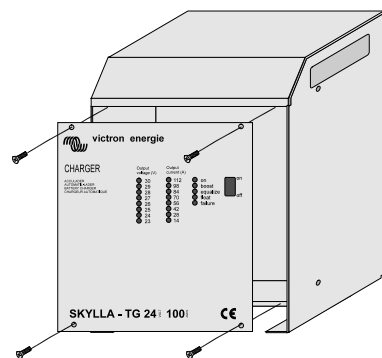

Abbildung 6
- Entfernen Sie dann die 4 Schrauben an der Front des Gehäuses, siehe Abbildung 6.